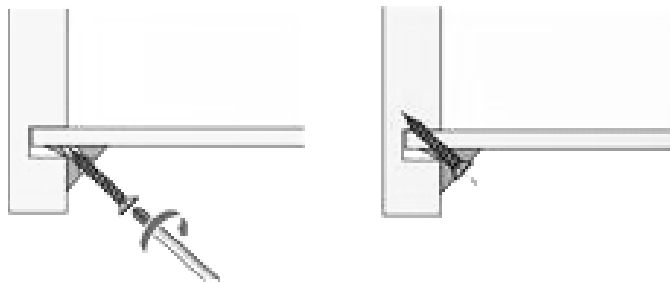

Рис. 2
1. Присоединить к боковой стенке (3) планки верхнюю (5) и заднюю (6) так, чтобы дюбели вошли в предназначенные для них отверстия. Затянуть эксцентрики, повернув их на 180 градусов.
2. В отверстия с установленными втулками на боковой стенке (3) вставить металлические полкодержатели, проложив между стенкой и полкодержателем стальную шайбу 6мм.
4. Соединить боковую стенку (4) с планкой верхней (5) и задней (6) с помощью эксцентриковых стяжек. Одновременно с этим установить металлические полкодержатели с шайбами во втулки фасадов и боковой стенки (4). Затянуть эксцентрики, повернув их на 180 градусов.
5. Присоединить основание (1) к боковым стенкам (3) и (4) так, чтобы дюбели и шканты вошли в предназначенные для них отверстия. Затянуть эксцентрики, повернув их на 180 градусов.
6. Вставить заднюю стенку в пазы боковых стенок (3) и (4).
7. Сверху присоединить крышку с помощью эксцентриковых стяжек. Затянуть эксцентрики, повернув их на 180 градусов. Закрепить верхнюю планку (5) к крышке двумя саморезами 3,5x25мм.
8. Собранный корпус проверить на прямоугольность, сравнивая диагонали (их длины должны быть равны). Закрепить заднюю стенку с помощью мебельных уголков (рис.2 и рис.3).
9. Во избежание опрокидывания рекомендуется закрепить обувницу к стене. Для чего через отверстия в задней планке (6) необходимо сделать отметки на стене. Затем отодвинуть обувницу, просверлить в стене отверстия диаметром 8мм, вбить в них пластиковые дюбели. Поставить обувницу на место и через отверстия в задней стенке и задней планке закрепить ее шурупами 4x50мм, вворачивая их в дюбели.